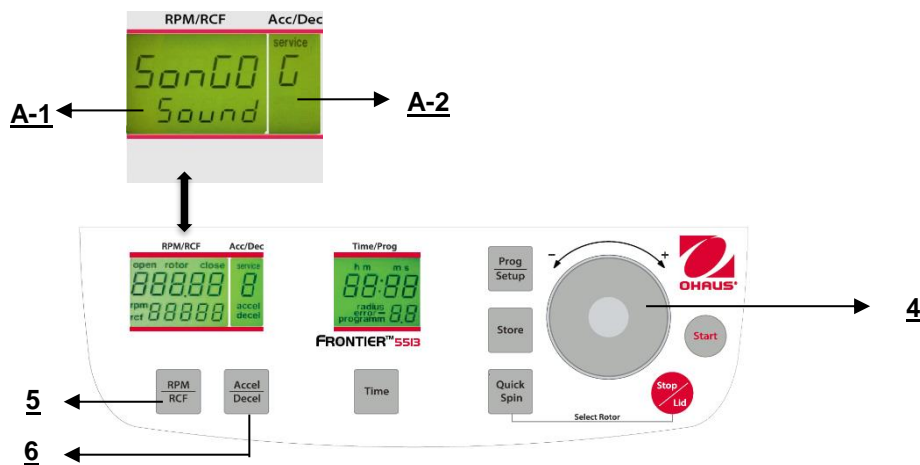

Figura. 32
Procedere come descritto al punto 4.1.2 per inserire questa modalità programma e poi premere il tasto "Accel/Decel" (6). Sul display "Acc/Dec" (A-2) lampeggia la parola "Service". Selezionare adesso la lettera "G" con la quadrante di regolazione (4). Di conseguenza, sul display "RPM/RCF" (A-1), appare la parola "VsonGo/Sound". Dopo aver premuto il tasto "RPM/RCF" (5), è possibile selezionare una suoneria con la quadrante di regolazione(4). (Vedere figura 32) Dopo che si sono salvate le impostazioni (Vedere 4.1.2), si può ritornare nuovamente alla modalità normale disconnettendo la centrifuga per un breve tempo.